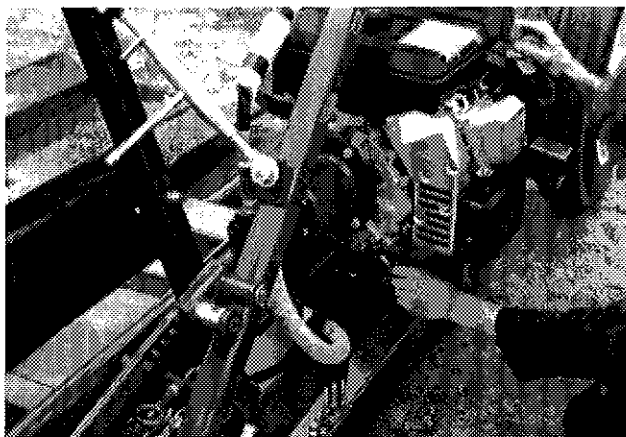

Figure 12
- 1) Attention, pour le transport, le moteur est fixé au châssis de façon temporaire afin de ne pas excéder la largeur permise sur la route. Aussi, fixez le solidement à sa place avant l'utilisation (Fig. 12).